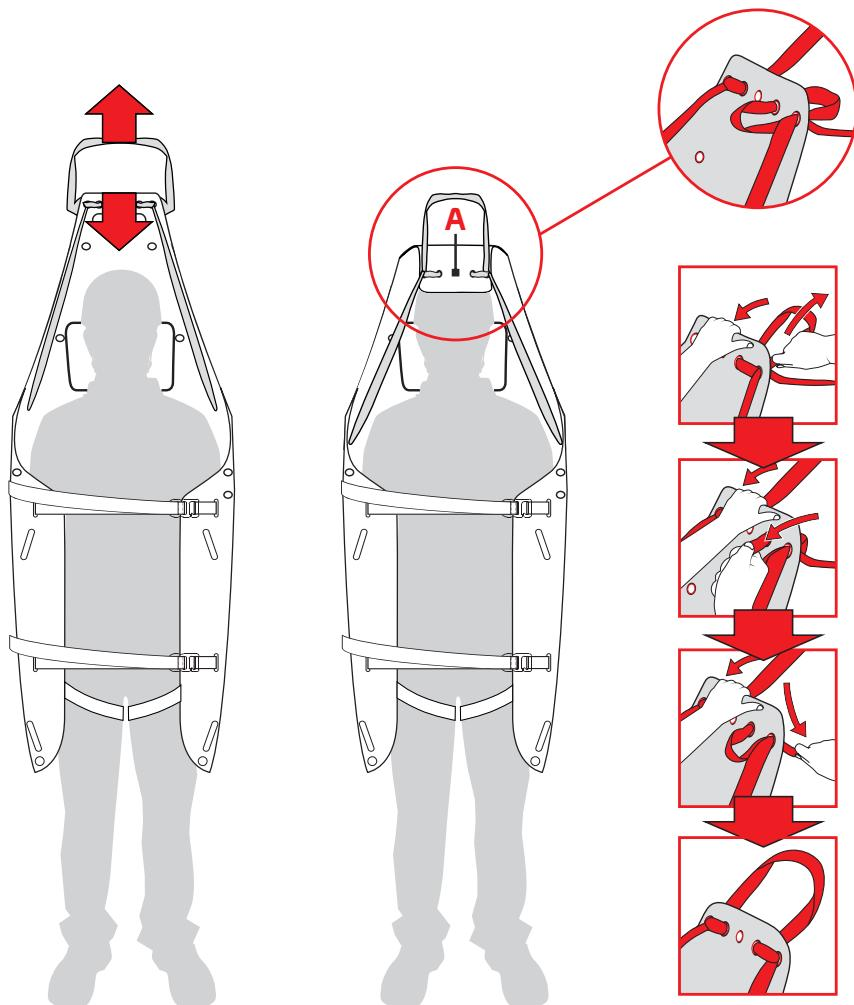

Fig.12
- d) introduzca las cintas de los muslos (L) en las ranuras A4 de la superficie de apoyo y desenganche las hebillas automáticas (G) (fig. 12).
- a) arrastre: tense la cinta (E), para elevar la parte terminal de la superficie de apoyo (A) en la medida necesaria para contener la cabeza del paciente y bloquearla (fig. 12).